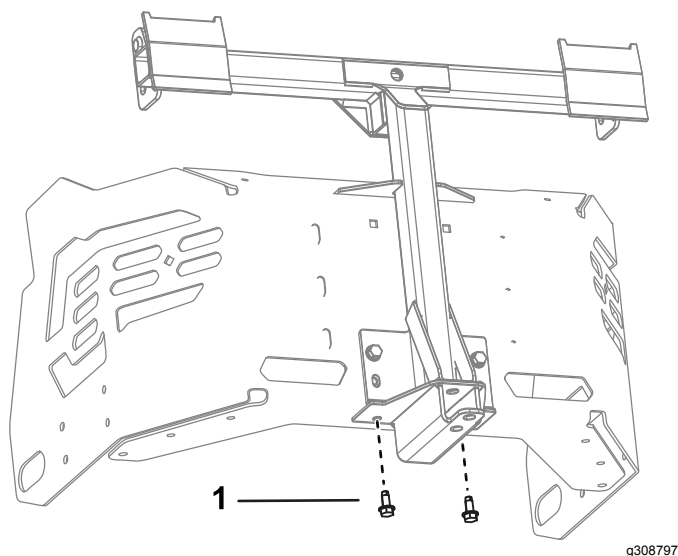

Figure 4
3. Retirez les 2 vis autotaraudeuses du bas du cadre de la machine (Figure 4).
5. Fixez le cadre pivotant au bas du cadre de la machine à l'aide de 2 vis autotaraudeuses (5/16" x 3/4"), comme montré à la Figure 4.